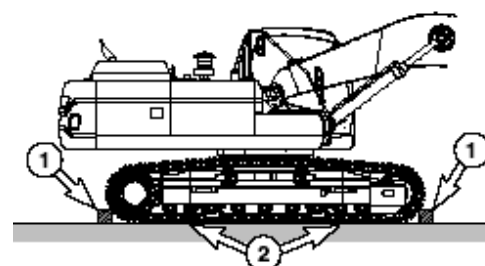

Рисунок 10
13. Перед началом транспортировки убедитесь, что экскаватор закреплён на прицепе. Установите блокировку (1, Рисунок 10) перед и позади каждой гусеницы. В соответствии с местными законами о перевозке, используйте цепи или крепёжные устройства для грузов (2).